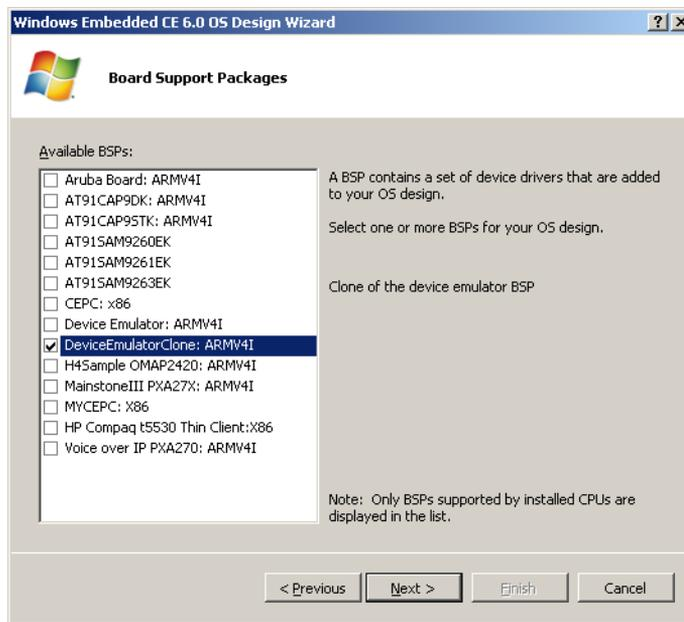

Abbildung 5.11 Ein neues OS Design basierend auf dem **DeviceEmulatorClone** BSP
1. Um das geklonte BSP zu überprüfen, erstellen Sie ein neues OS Design basierend auf dem BSP *DeviceEmulatorClone*. Rufen Sie das OS Design *DeviceEmulatorCloneTest* auf (siehe Abbildung 5.11). Weitere Informationen finden Sie in Lab 1 in Chapter 1.